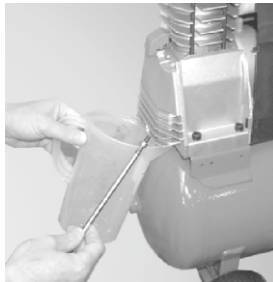

Рис. 14
2. Подставить под пробку маслозаливного отверстия сборную емкость и открутить пробку маслозаливного отверстия (рис. 14);